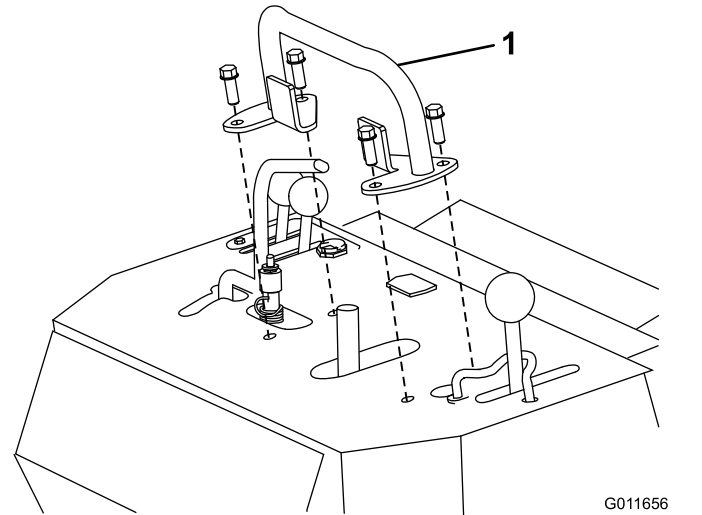

**Figure 4**
3. Déposez la barre de référence (Figure 4)